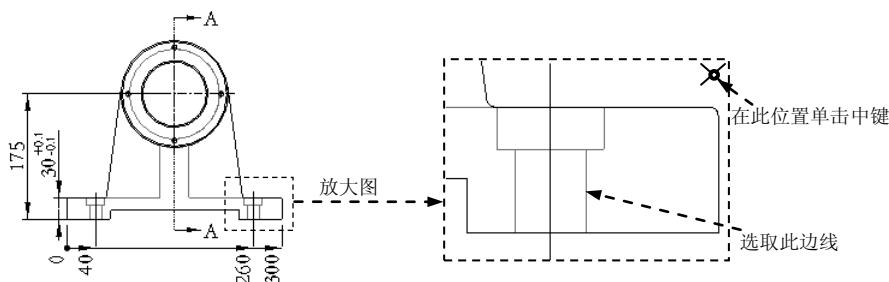

图 5.9.55 选取起始位置和放置点
(1) 选择 **注释** $\rightarrow$ **A** 命令, 系统弹出 **ATTACH TYPE (依附类型)** 菜单。
(2) 在该菜单中选择 **With Leader (带引线)** $\rightarrow$ **Enter (输入)** $\rightarrow$ **Horizontal (水平)** $\rightarrow$ **Standard (标准)** $\rightarrow$ **Default (缺省)** $\rightarrow$ **Make Note (进行注解)** 命令, 系统弹出 **ATTACH TYPE (依附类型)** 菜单。
(3) 定义注解导引线的起始点。在“依附类型”菜单中选择 **On Entity (图元上)** $\rightarrow$ **Arrow Head (箭头)** 命令, 然后将图 5.9.55 所示的边线作为注解引线的起始位置, 然后在图 5.9.55 所示的位置单击中键, 放置注解。